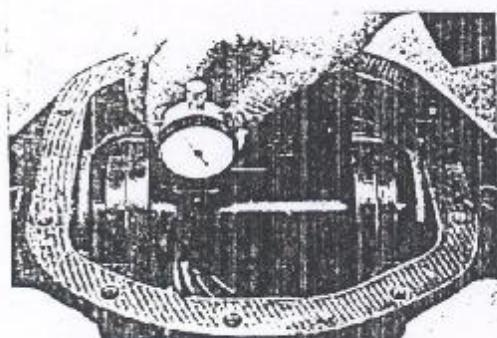

Figura 5.17.9 - Conferência da profundidade do pinhão
- Deslizar o suporte do micrômetro de dial, de modo que apoiador se apoie sobre o eixo da ferramenta localizadora da linha de centro da carcaça, e anotar a leitura equivalente ao ponto mais alto do eixo (Figura 5.17.9)